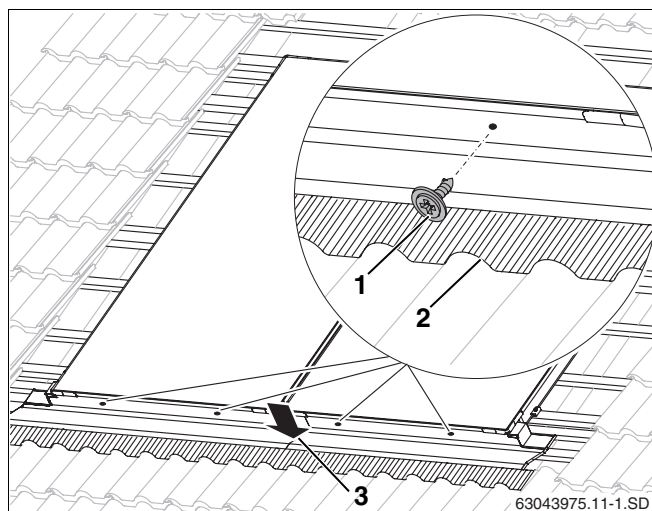

Fig. 48 Fixação das chapas inferiores
- ▶ Fixar as chapas nas granulações com parafusos (12 mm de comprimento, fig. 48, **item 1**) e anilhas de vedação.
- ▶ Comprimir chapa de cobertura superior sobre a que está em baixo (fig. 48, **item 3**).
- ▶ Ajustar cuidadosamente os aventais de chumbo na zona dianteira ao contorno das telhas (fig. 48, **item 2**).